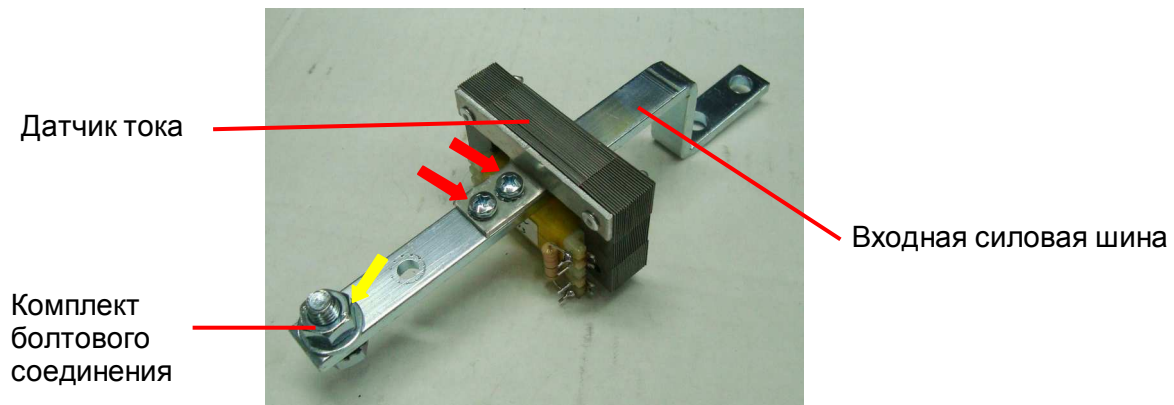

Рис. 6.15
6.8.5. Взять входную силовую шину с установленным на ней датчиком тока. Открутить гайку (рис. 6.15, желтая стрелка), демонтировать комплект болтового соединения (болт, гайка, шайба, гровер) и положить его в тару.
6.8.6. Выкрутить два винта (рис. 6.15, красные стрелки), демонтировать датчик тока вместе с крепежным кронштейном и положить его в тару.